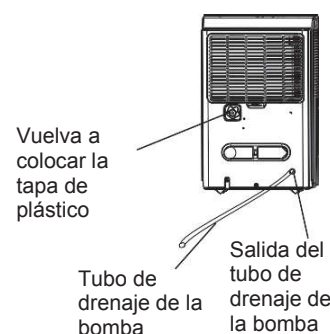

Fig. 11
- Retire el tubo de drenaje continuo del aparato y vuelva a colocar la tapa de plástico en la salida del tubo de drenaje continuo girándola en el sentido de las agujas del reloj (véase fig. 11).
- Introduzca el tubo de drenaje de la bomba en la salida del tubo de drenaje de la bomba a una profundidad mínima de 15 mm (véase fig. 11), a continuación, conecte el tubo al sifón de suelo o a un equipo de drenaje apropiado. Pulse sobre la tecla PUMP del aparato para activar la bomba. La bomba empezará a funcionar cuando el depósito de agua esté lleno.